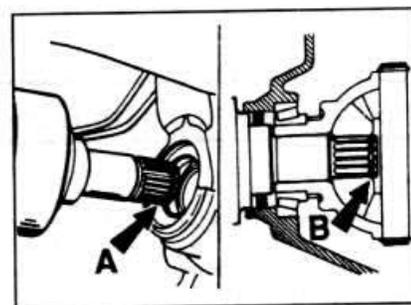

Рис. 8.7. Расположение стопорного кольца при установке внутреннего шарнира приводного вала.
- Извлеките временно установленную пробку с коробки передач. Смажьте рабочие кромки уплотнительного кольца дифференциала и вставьте внутренний конец приводного вала в коробку передач. Совместите шлицы на валу и коробке передач и вдавите приводной вал до фиксации его стопорным кольцом (см. рис. 8.7).